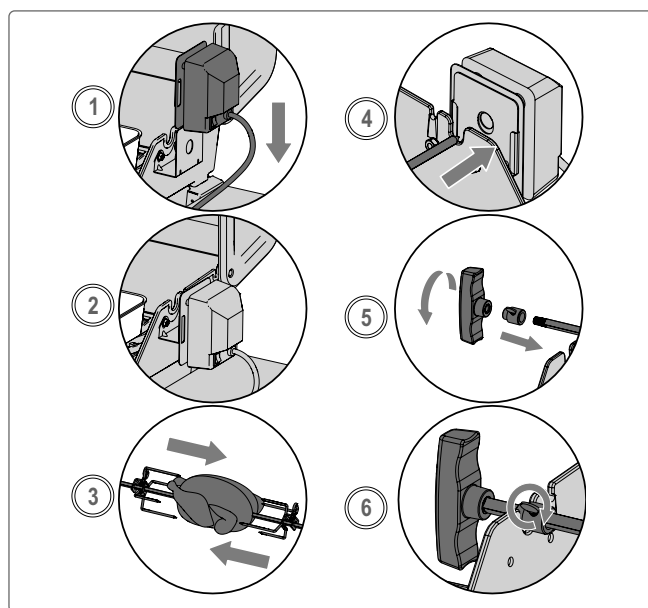

Fig. 16
5. Skyv den andre rotisserigaffelen på spiddstangen og skyv den inn i kyllingen til alle 3 kyllingene er klemt tett sammen. Stram til (**Fig 16**).